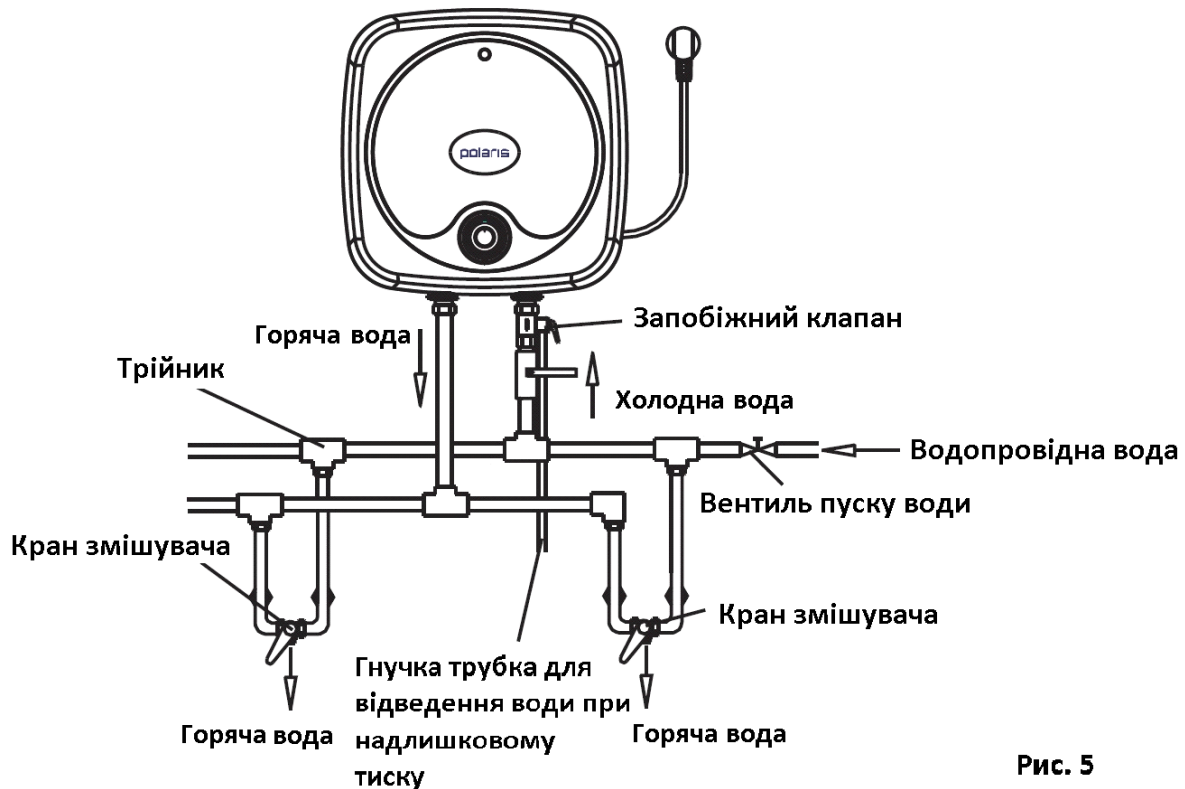

Рис. 5
- Якщо ви хочете під'єднати до водонагрівача декілька споживачів води, керуйтеся наступною схемою (приклад для варіанту монтажу над раковиною) на рис. 5: